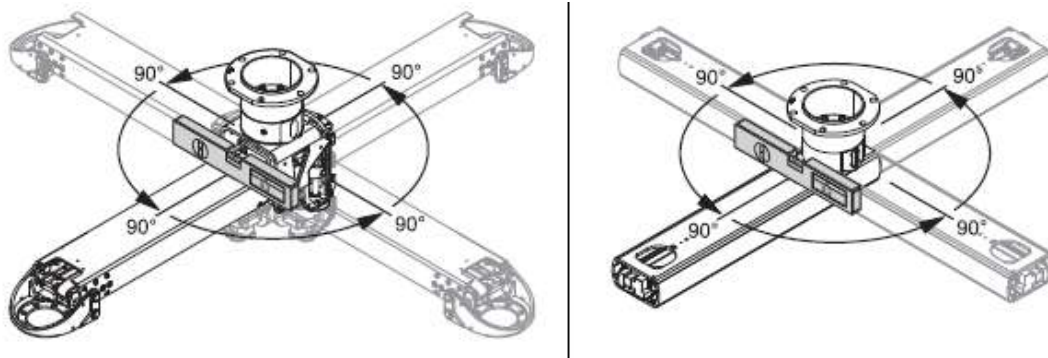

Abb.37 Überprüfung der horizontalen Ausrichtung der Arme
- Überprüfen Sie die horizontale Ausrichtung der Auslegerarme. Setzen Sie die digitale Wasserwaage im rechten Winkel zur Auslegerrichtung (in der Nähe des Flansches ③) an. Drehen Sie den Ausleger um 90 Grad in verschiedene Richtungen und überprüfen Sie die horizontale Ausrichtung. Siehe Abb. 37.